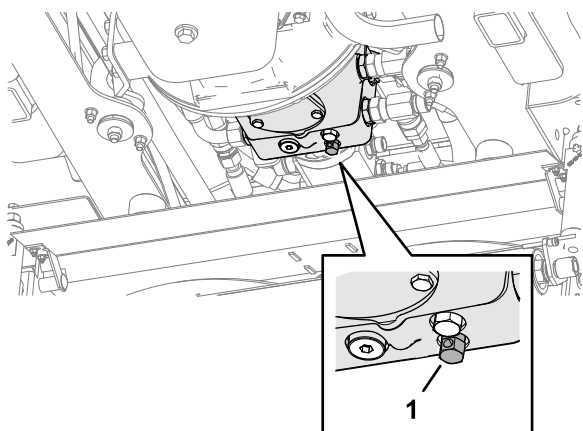

Figura 44
2. Encima de la unidad de corte central, cierre la válvula de derivación en la bomba de transmisión girándola en sentido horario (Figura 44).